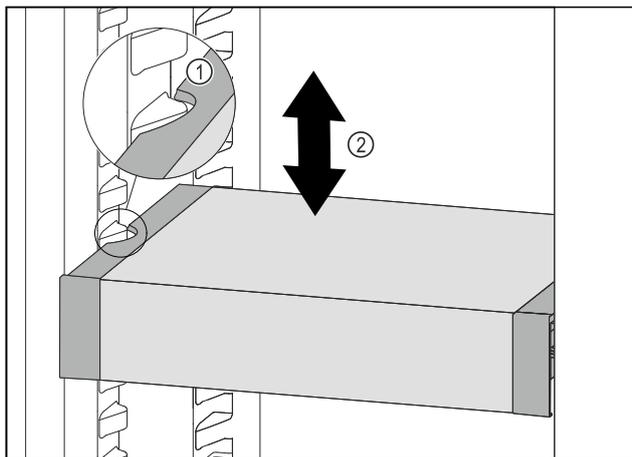

Fig. 52
- ▶ Predal VarioSafe povlecite v smeri naprej, dokler nista stranska izreza predala VarioSafe na višini nastavka za posodo v hladilniku. Fig. 52 (1)
- ▶ Predal VarioSafe premikajte v hladilniku gor ali dol, dokler ne dosežete zeleno višino. Fig. 52 (2)